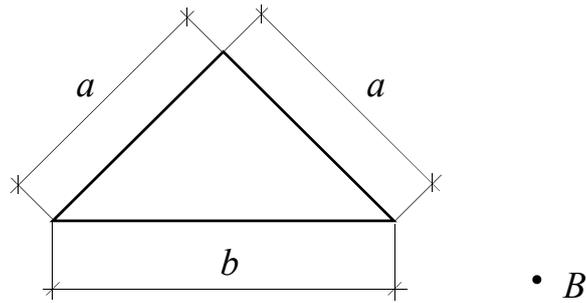

Рис. 2
17. Проведите главные оси для равнобедренного треугольника, используя точку B (рис. 2).